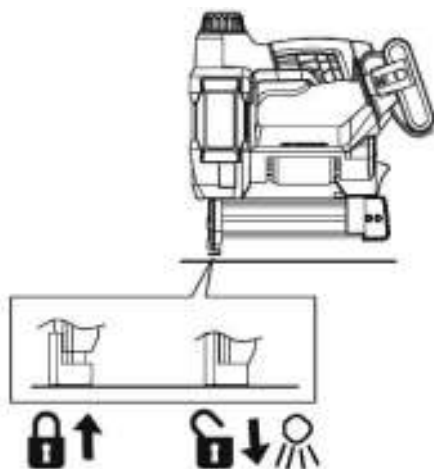

Рис. 7
**Внимание!** Пистолет оснащен защитным концевиком. Для выстрела крепежного элемента необходимо прижать носик пистолета к заготовке (Рис. 7), в этот момент загорится светодиодная подсветка, и произвести выстрел.